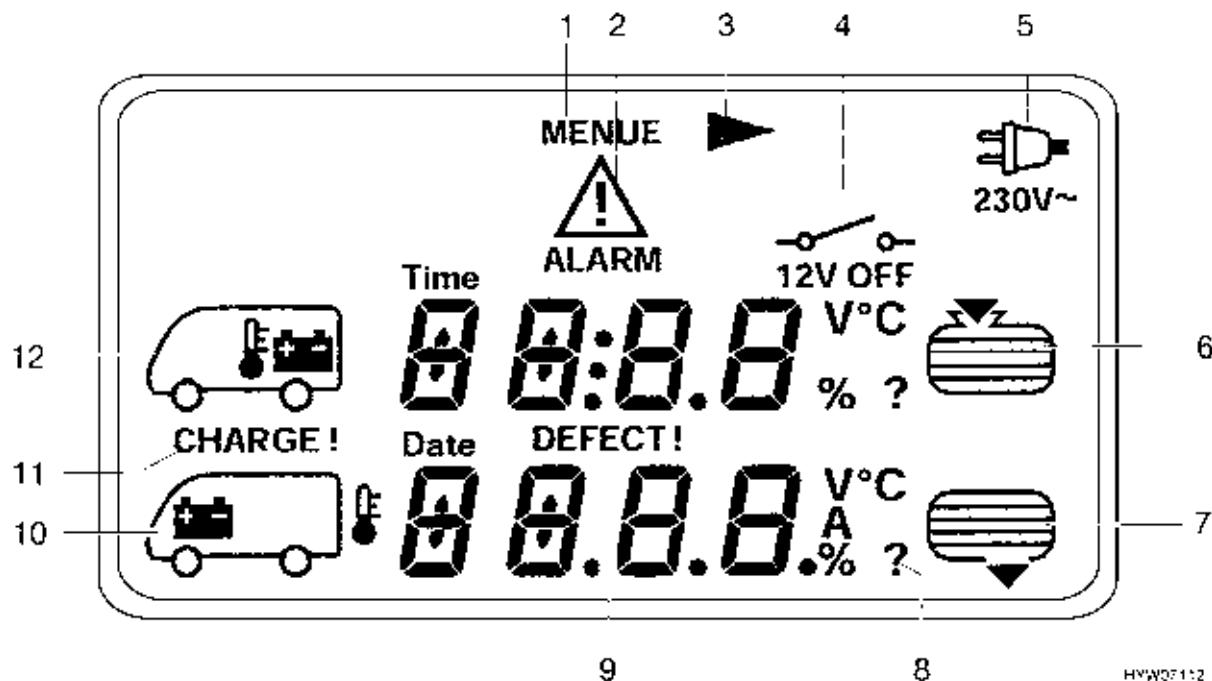

Fig. 109 Rappresentazione del simbolo sul display LCD
- ▷ La freccia ► (Fig. 109,3) nel display LCD indica che il menu selezionato è composto da diverse pagine di menu.